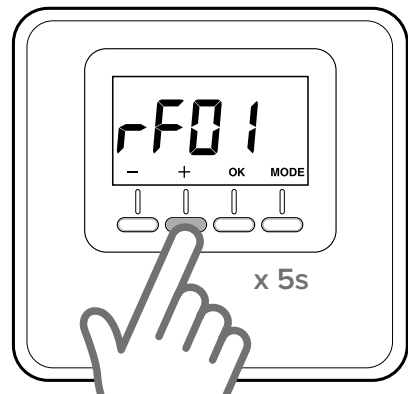

Fig. 18
- Pulsar nuevamente la tecla “+” 5 segundos para acceder a los parámetros técnicos. El display muestra el parámetro “rF01” (Fig. 18)